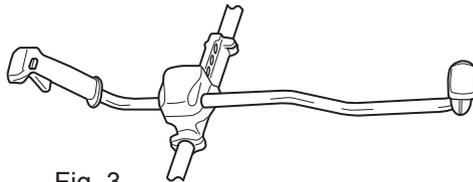

Fig. 3
- > Montez la poignée sur le support de la partie supérieure du tube (5) et fixez-la avec les vis (7a) (fig. 3, 4).